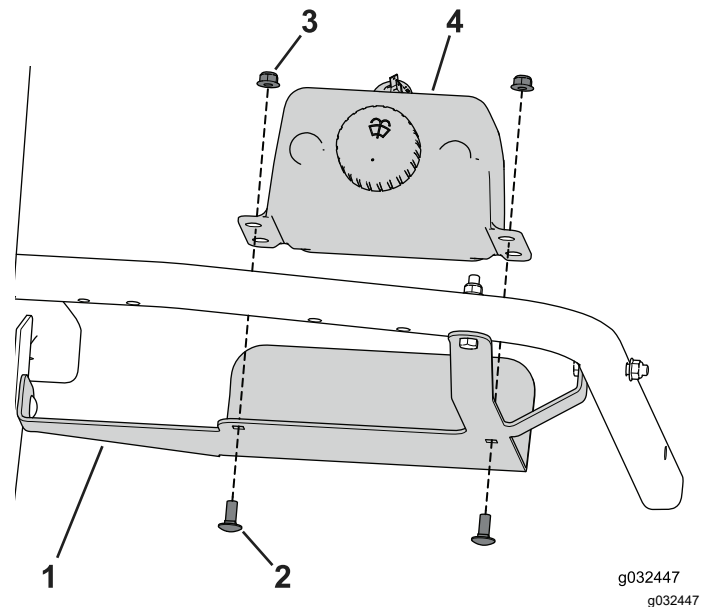

Figure 31
3. Fixez le réservoir de lave-glace au support à l'aide des 2 boulons de carrosserie (5/16 x 3/4 po) et écrous à embase (Figure 31).